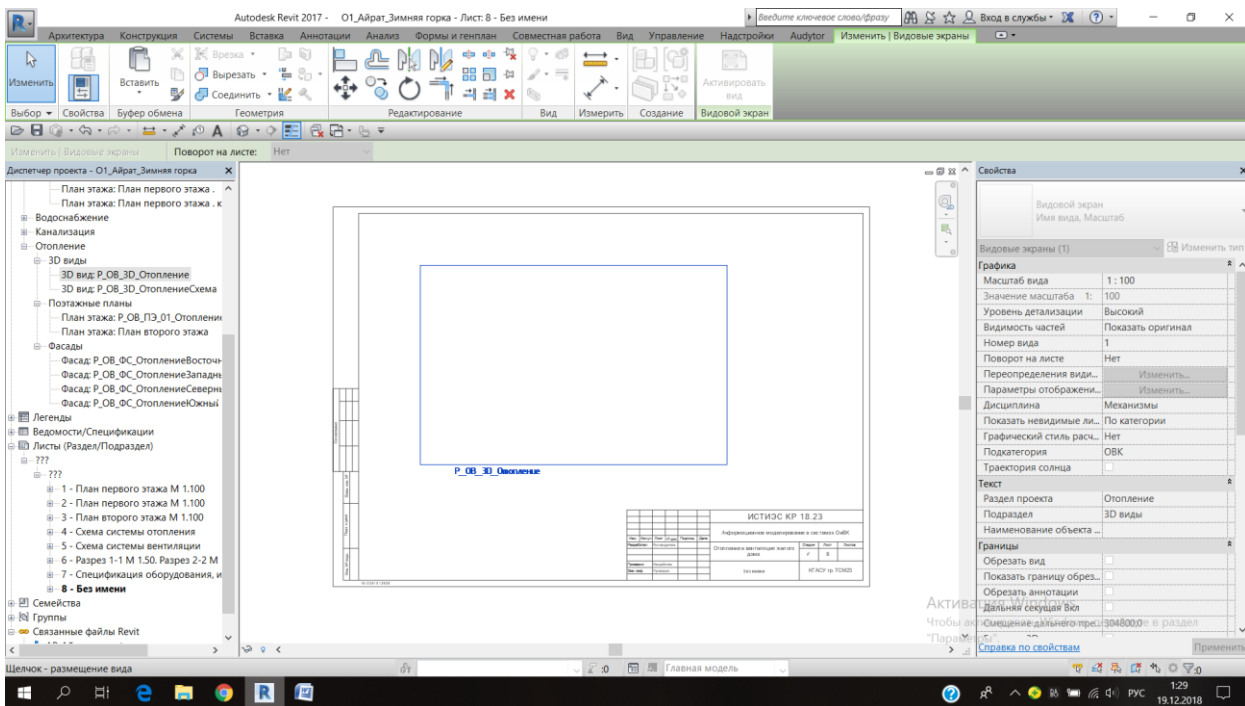

Рисунок 3.9. Добавление вида на лист
- Для добавления вида на лист (рис. 3.9) выполните следующие действия: